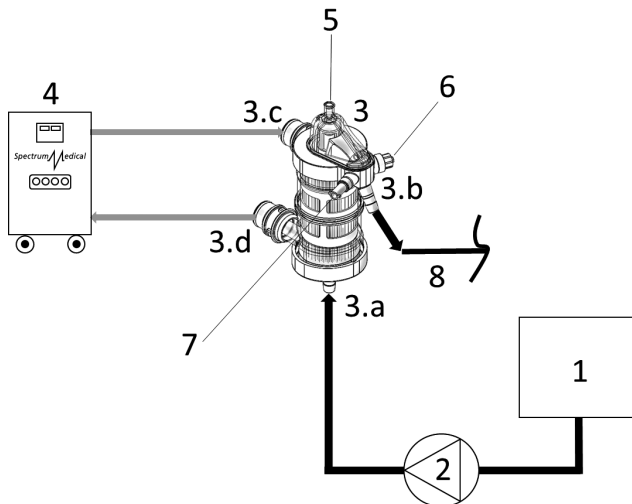

Fig. 2
- Compruebe que esté presente la junta tórica en los conectores HTF (ref. 3c y 3d Fig. 2).
4. Quite las cápsulas de protección de los conectores en el lado HTF del producto (ref. 3c y 3d Fig. 2).
5. Conecte los tubos del termocirculador Quantum Heater-Cooler System de Spectrum Medical (ref. 4 Fig. 2) al producto (ref. 3c y 3d Fig. 2), mediante los conectores hembra de empalme rápido.
2. Quite la cápsula de protección del conector de entrada de sangre (ref. 3a Fig. 2).
4. Quite la cápsula de protección del conector de salida de sangre (ref. 3b Fig. 2).
6. El conector Luer de purga (ref. 5 Fig.2) se debe conectar a una línea de purga provista de llave. La línea de purga debe estar provista de una válvula antirretorno para impedir el reflujo hacia el producto.
8. Conecte una línea de purga adicional a la válvula de sobrepresión (ref. 6 Fig. 2).
10. Inserte la sonda de temperatura YSI compatible en el acoplamiento portasonda del producto (ref. 7 Fig. 2).
1. Abra la línea de purga (ref. 5 Fig. 2).
2. Pince la línea de salida del producto y accione la bomba de cardioplejia (ref. 2 Fig. 2) a bajo caudal (30-40 ml/min).
4. Cierre la línea de purga (ref. 5 Fig. 2).